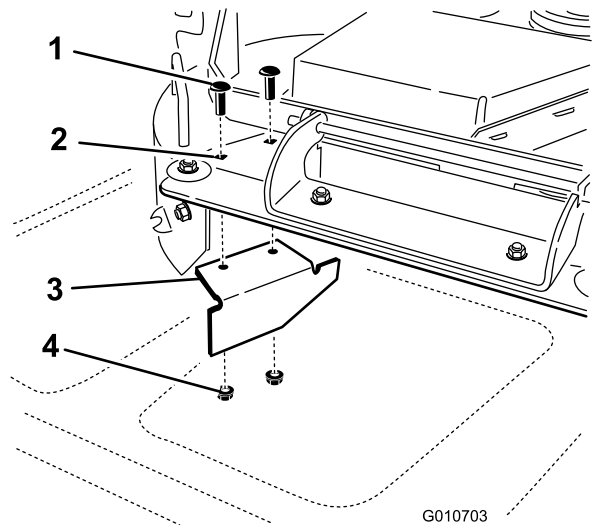

Bild 36
14. Sie finden das Versatzablenkblech in den losen Teilen. Entfernen Sie die Befestigungen an den hinteren Löchern der Auswurfplatte. Befestigen Sie das Ablenkblech an der Seitenauswurföffnung am Mähwerk (**Bild 36**).